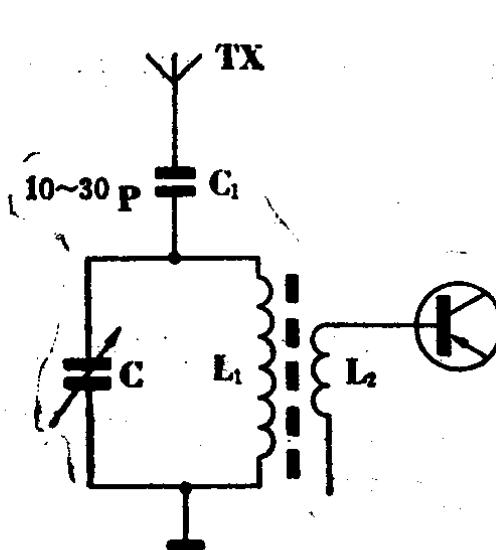

图1.6 电容输入式
1. 电容输入式：如图1.6，外加天线是通过一只电容器 C_1 ($10 \sim 30 \text{ P}$) 接到调谐回路，其特点是频率低端灵敏度低，频率高端灵敏度高。